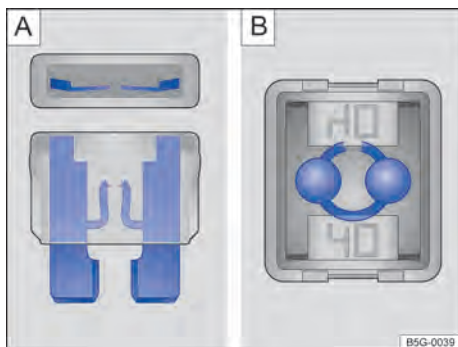

Fig. 189 Fusível queimado: [A] fusível plano, [B] fusível de bloqueio.
- Um *fusível plano* (ATO®, MINI®) queimado é reconhecido de cima ou de lado pela carcaça transparente nas faixas metálicas derretidas → Fig. 189 **A**.
- Um *fusível de bloqueio* (JCASE®) queimado é reconhecido pelas faixas metálicas derretidas por cima da carcaça transparente → Fig. 189 **B**.